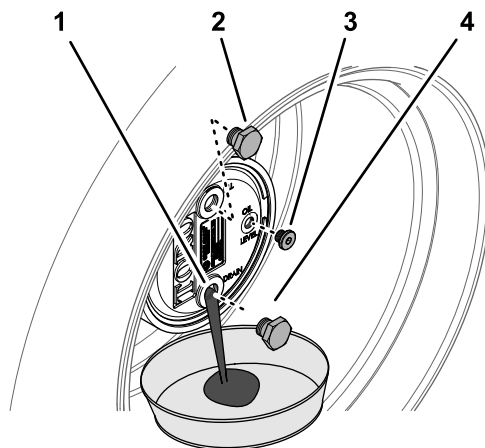

图 67
2. 取出 12 点钟位置的加油塞和 3 点钟位置的检查塞图 67。
3. 将放油盘放在行星齿轮毂下面取出 6 点钟位置的排油塞让油完全排出图 67。
5. 将排油塞安装到行星齿轮箱的排油孔中图 67。